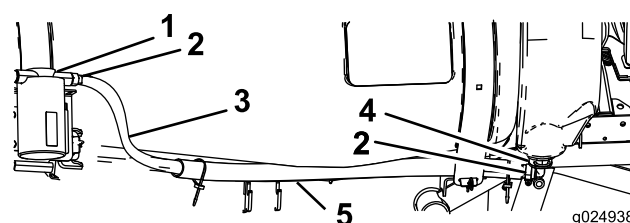

図 32
- すすぎタンクホースを、タンク前部固定ベルトとタンクの側面との間に通す (図 32)。
- ホースの端部を、すすぎポンプの下側ホースバーブに接続する；ホースクランプを使用する (図 32)。